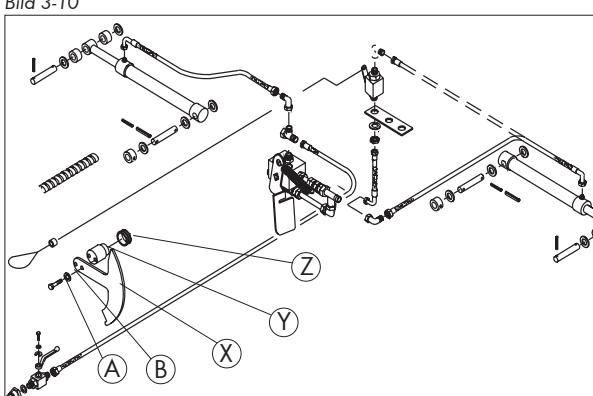

Bild 3-11
Steuersegment (X) mit Distanzstück (Y) und Dichtring (Z) mittels Schrauben (A) und Scheiben (B) montieren (Bild 3-11).